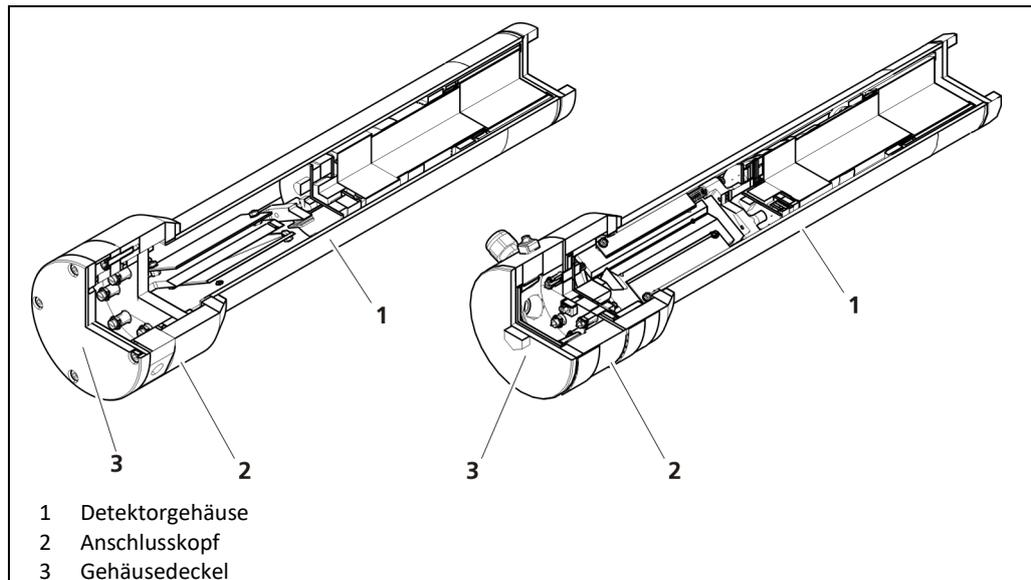

Abb. 6 Detektorgehäuse mit Anschlusskopf
- Demontieren Sie **nicht** das Detektorgehäuse (Abb. 6, Pos. 1) vom Anschlußkopf (Abb. 6, Pos. 2), indem Sie die Torx-Schrauben im Anschlußraum öffnen.